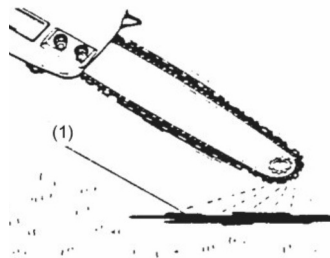

Рис. 8
После запуска двигателя, запустите цепь на средней скорости и посмотрите, чтобы цепное масло (1) распылялось так, как показано на рис. 8.